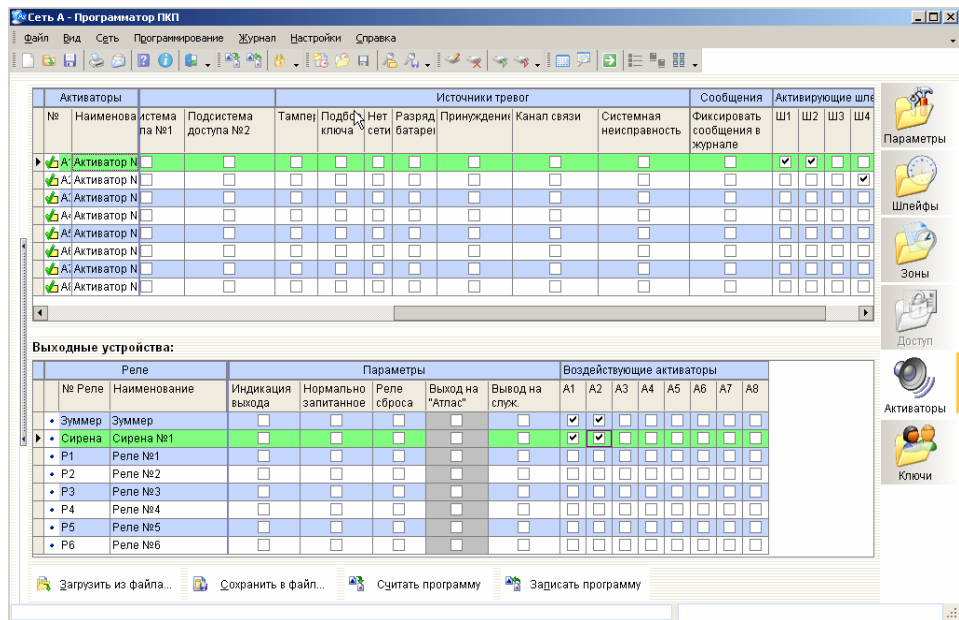

Рисунок 17
- не активировать параметры «Сброс кнопкой», «Без сброса», «Подсистема доступа №1», «Подсистема доступа №2», «Тампер», «Подбор ключа», «Нет сети», «Разряд батареи», «Принуждение», «Канал связи», «Системная неисправность», «Фиксировать сообщения в журнале» (рисунок 17)
2.5.18 Отнести созданные активаторы к выходным устройствам в поле «Выходные устройства» (рисунок 17)